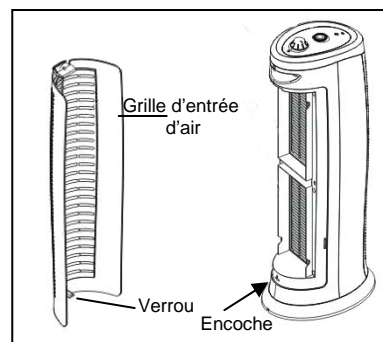

Fig. 2
3. Pour replacer la grille d'entrée d'air, placez le verrou situé au fond de la grille d'entrée d'air dans l'encoche à la base de l'appareil et poussez-la à partir du fond jusqu'à ce qu'elle s'immobilise. (Fig. 2 et 3)